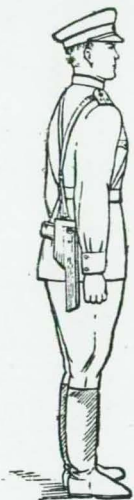

Рис. 51. Положение пистолета „по-походному на плечевом ремне“
92. Изготовка к стрельбе из положения пистолета «по-походному на плечевом ремне» (рис. 51).